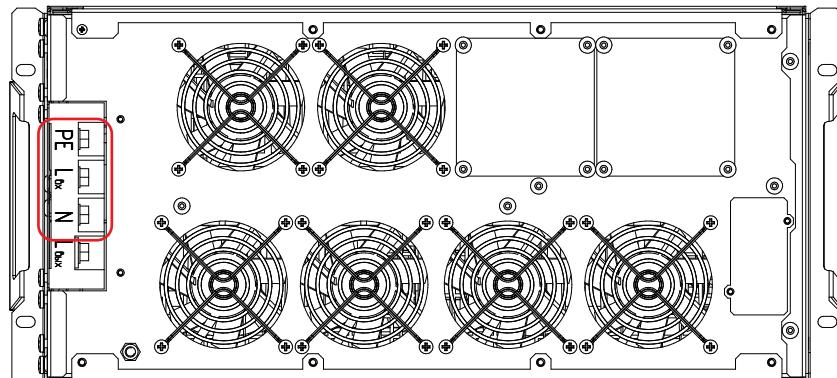

Рисунок 26. Стабилизаторы Штиль IS12000RT и IS15000RT. Выводы «PE-Lbx-N»
- у моделей IS12000RT, IS15000RT, IS20000RT с помощью выводов «PE-Lbx-N» (**рисунок 26**).